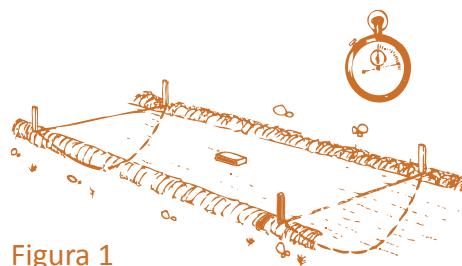

Figura 1
1. La **Velocidad del Agua (V)** en el canal o acequia; lo cual se puede estimar a través del registro con un reloj del Tiempo en minutos, que demora en recorrer un elemento flotante, semisumergido, una distancia como puede ser 10 metros (Figura 1). La Velocidad en l/segundo del agua, será el resultado de dividir los 10 metros por los segundos que se demoró en recorrer el elemento flotante.
2. El **Area (A)** en m² que conduce agua, se puede estimar a través de la medida con huincha del fondo (b) y la superficie (a). Luego, se suman las 2 lecturas en metros (a+b) y se dividen por dos. El resultado, será el área en m², la cual se multiplica por la altura de agua en la